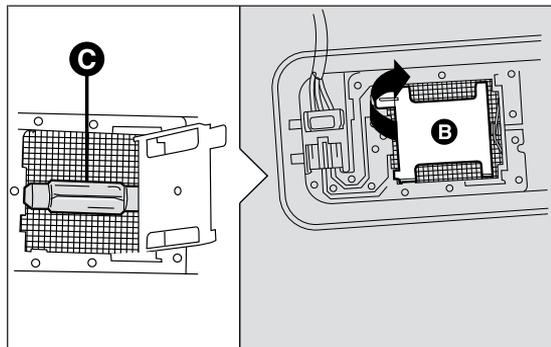

fig. 143
- ouvrir le couvercle B fig. 143 comme indiqué et remplacer l'ampoule C en la séparant des contacts latéraux ;